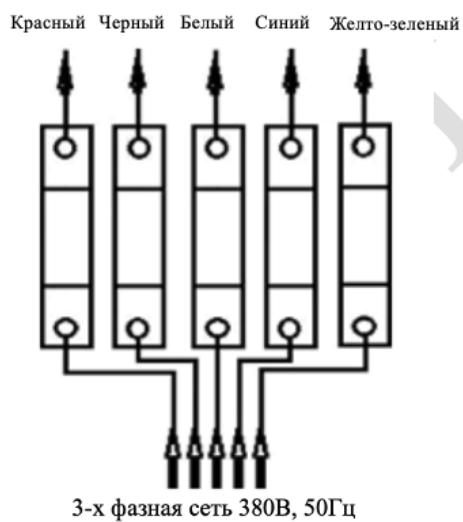

Рисунок 4
2.4.12.1 Питание станции зарядной для электрического транспорта осуществляется от трехфазной сети переменного тока. Разводка проводов питающей сети производится на клеммники. Места для подключения фазных проводов промаркованы метками «красный», «черный», «белый», «синий», «желто-зеленый» (см. рисунок 4).